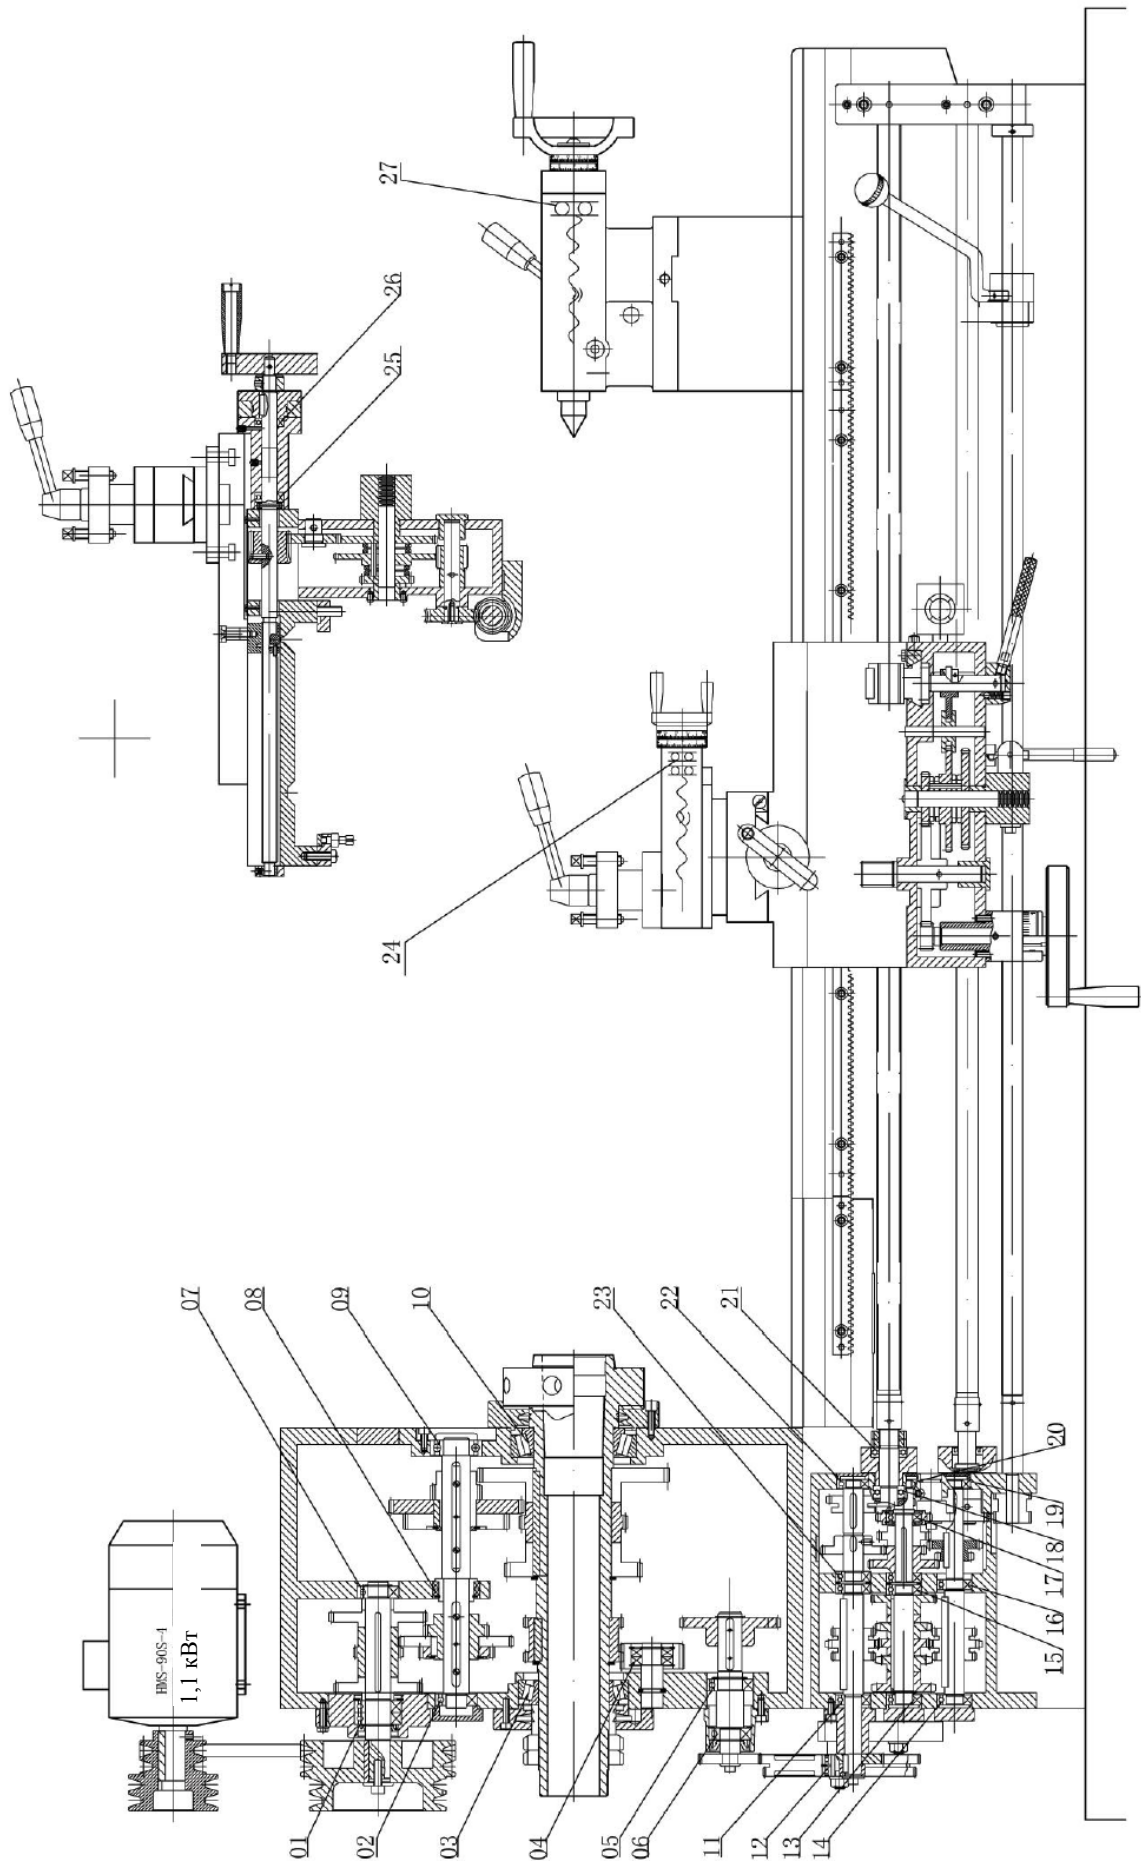

Рис. 5 Расположение подшипников
**Расположение и список подшипников – Рис. 5, таблица 2**
СПИСОК ПОДШИПНИКОВ (СМ. РИС. 5)